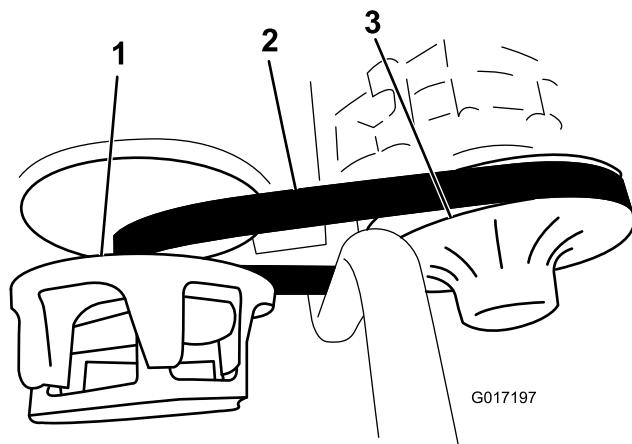

Figura 65
3. Haga girar la correa e inspecciónela (Figura 65) para asegurarse de que no está excesivamente desgastada ni dañada.
3. Haga girar la correa y llévela sobre el embrague secundario (Figura 65).
4. Retire la correa del embrague primario (Figura 65).
5. Coloque la correa nueva sobre el embrague primario (Figura 65).
6. Haga girar la correa y llévela sobre el embrague secundario (Figura 65).